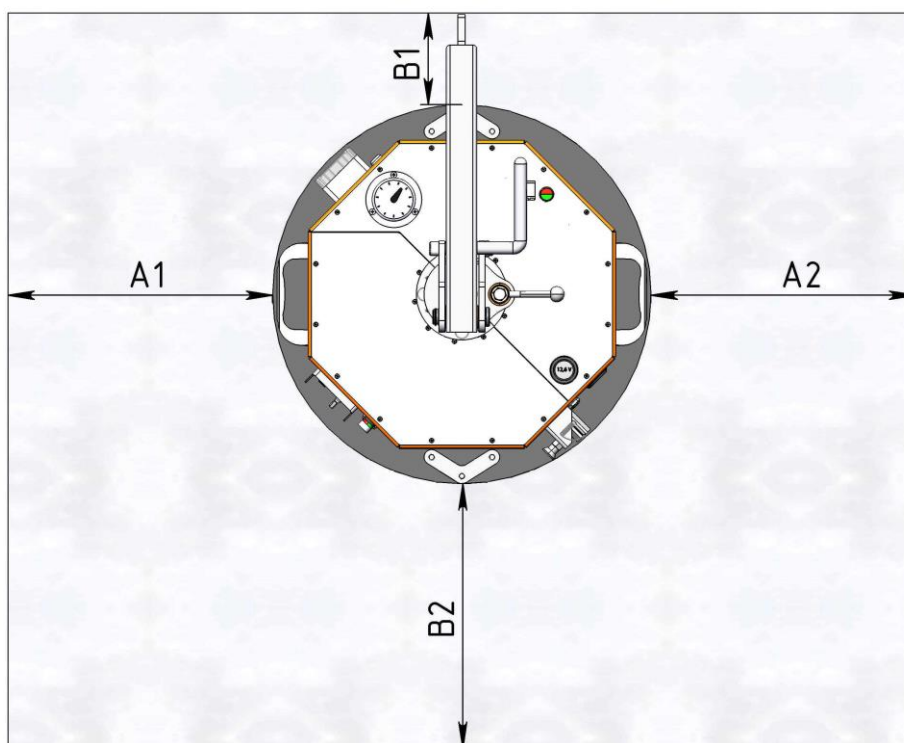

Рисунок 4. Расположение подъемника перед захватом груза
2.4.1.9 По возможности, старайтесь всегда устанавливать подъемник по центру захватываемого груза, выше середины. Так, чтобы расстояния от краёв груза до подъемника $A1 = A2$, $B1 > B2$, $B1$ и $B2$ не менее 100 мм (см. рис. 4.)